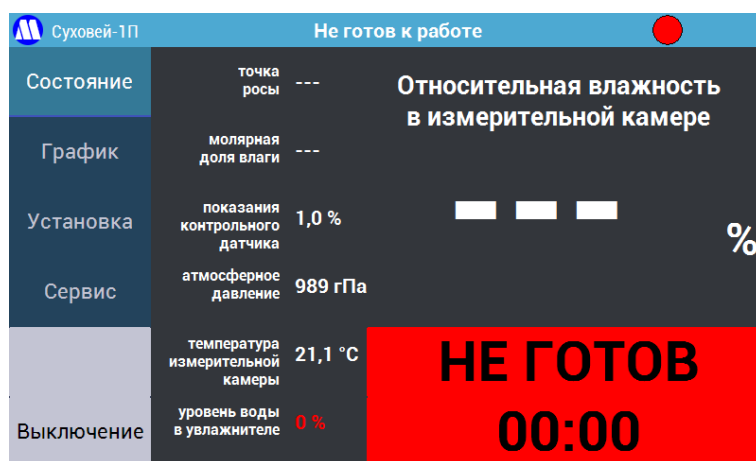

Рисунок 21 – Первое включение.
8.1.10. Включите питание генератора кнопкой на лицевой панели. Дождитесь включения и окончания подготовки прибора к работе (Рисунок 21). Так как при первом включении вода в увлажнителе отсутствует, появится соответствующее сообщение и статус «Не готов».